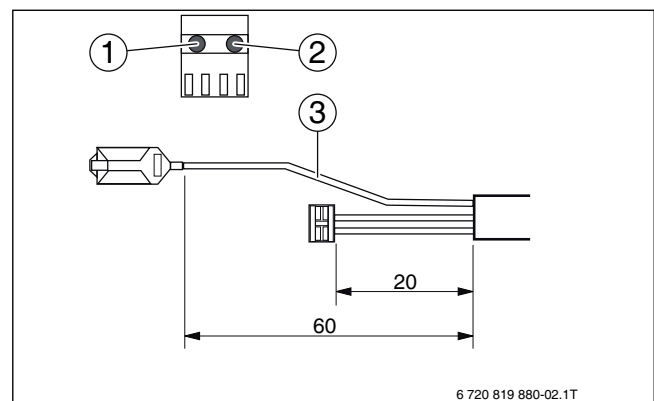

Рис. 19 Подготовка кабеля насоса
- ▶ Укоротите провода «фаза» и «ноль» таким образом, чтобы провод заземления был длиннее (→ рис. 19).
- ▶ С помощью обжимного инструмента закрепите коннектор насоса на проводах «фаза» и «ноль» (→ рис. 19).